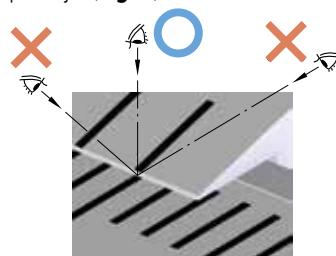

Fig. 6
2. Lea las graduaciones de la escala directamente desde el frente para evitar errores de paralaje. (**Fig. 6**)